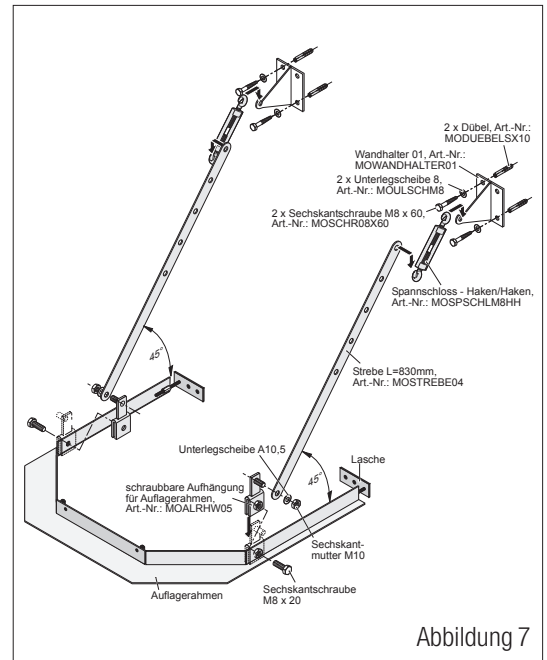

Abbildung 7
10. Montage des Auflagerahmens (Abb. 7)